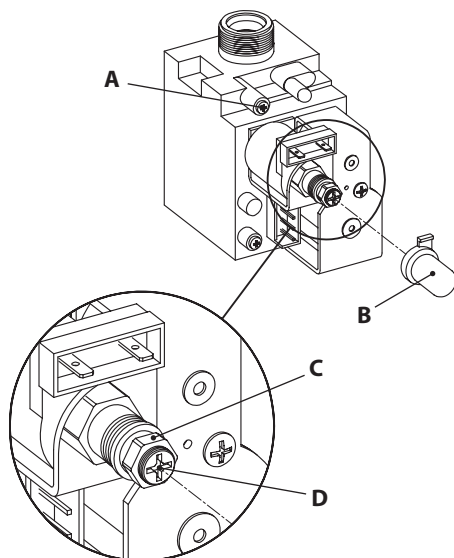

Figura 5.1
- 1 Inserire la presa del manometro nella presa di pressione (A) della valvola gas allentando la vite (Figura 5.1).
- 2 Togliere il cappuccio di protezione (B, Figura 5.1).
- 4 Avvitare a fondo il dado (C, Figura 5.1) fino ad ottenere il valore di pressione gas indicato nella sezione "Dati Tecnici" a pag. 10.
- 6 Avvitare e/o svitare la vite rossa di regolazione del minimo (D, Figura 5.1) fino ad
7 Rimontare il cappuccio di protezione (**B**, Figura 5.1).
8 Chiudere la vite della presa di pressione della valvola gas (**A**, Figura 5.1).